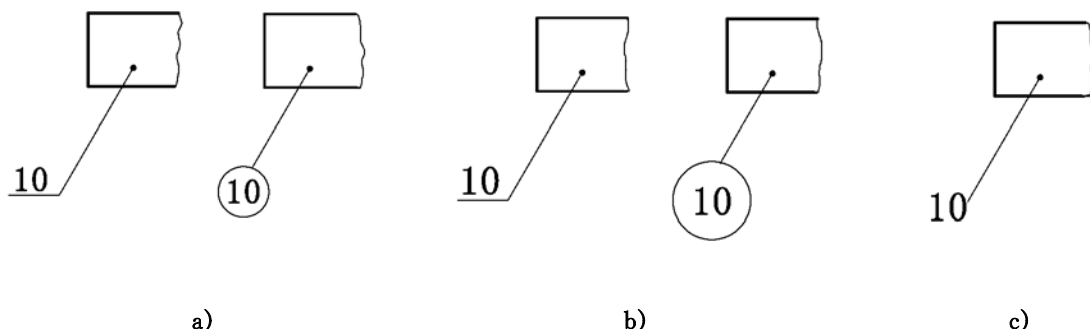
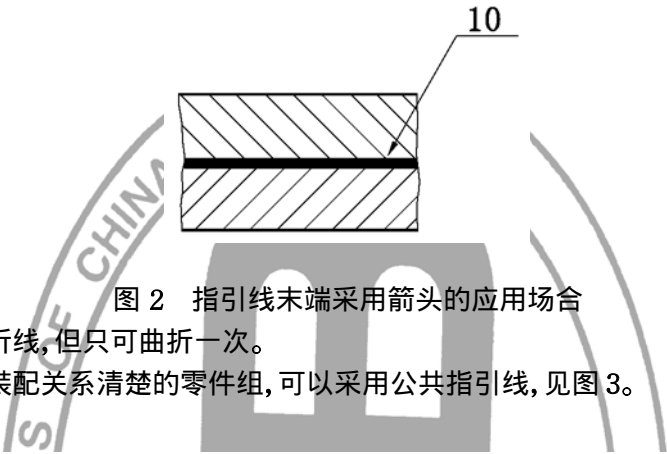

图 1 装配图中编注序号的方法
图 2 指引线末端采用箭头的应用场合
4.4 指引线应自所指部分的可见轮廓内引出, 并在末端画一圆点, 见图 1。若所指部分(很薄的零件或涂黑的剖面)内不便画圆点时, 可在指引线的末端画出箭头, 并指向该部分的轮廓, 见图 2。